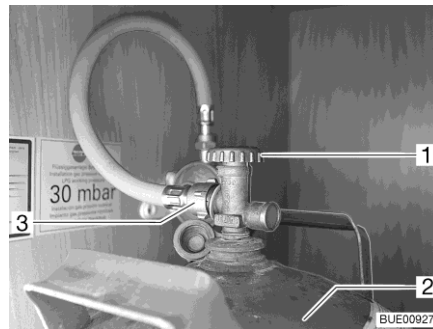

Fig. 174 Caja para bombonas de gas
- Cerrar la llave de paso principal (Fig. 174,1) de la bombona de gas (Fig. 174,2). Observar el sentido de la flecha.
- Desenroscar la goma del gas (Fig. 174,3) de la bombona de gas.